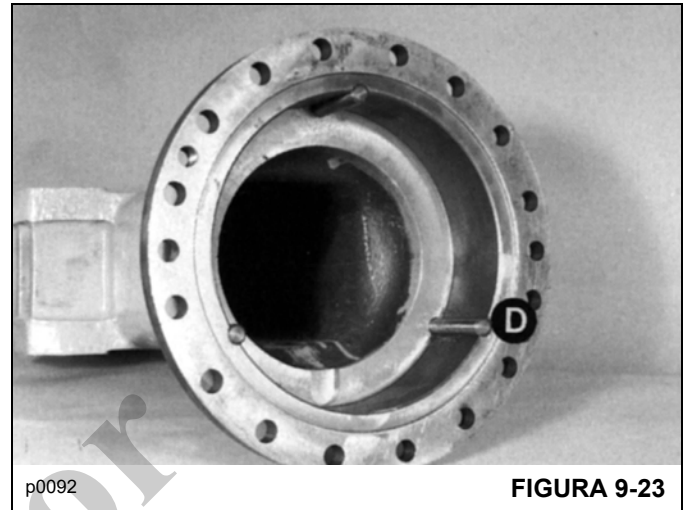

FIGURA 9-23
4. Coloque los tres pasadores de reacción **D** (Figura 9-23) en sus ranuras, asegurándolos con grasa. Empuje los pasadores completamente en sus agujeros de ubicación en la caja.